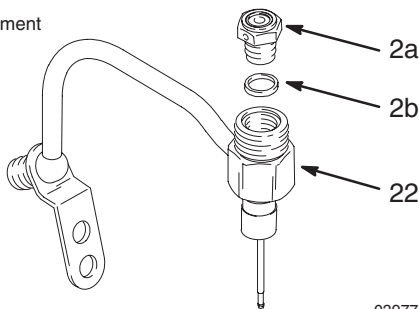

Fig. 15 03977
- Plasser pakningen (2b) på ventilsetet (2a). Smør gjengene på ventilsetet (2a) med fett. Skru ventilsetet inn i væskehuset (22). Trekk til med 27–34 Nm. Se Fig. 15.